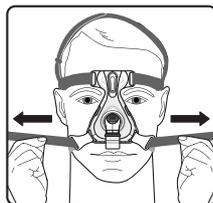

Figure 5
3. Réglez les sangles inférieures (figure 5) de façon égale afin d'obtenir un positionnement confortable en utilisant les languettes des deux côtés du harnais. Si vous utilisez les clips optionnels, les languettes du bas du harnais doivent être fixées à proximité de l'arrière de la tête. Si vous utilisez le harnais, les languettes doivent être fixées sous les oreilles. Ne serrez pas trop les sangles.